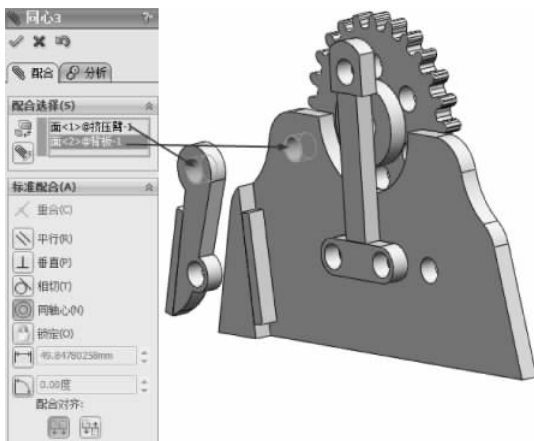

图 3-142 同轴心配合
(5) 选择【标准配合】选项组下的【同轴心】配合类型,在【要配合的实体】选择框中选择如图 3-142 所示的面,其他保持默认,单击【确定】按钮,完成同轴心配合。